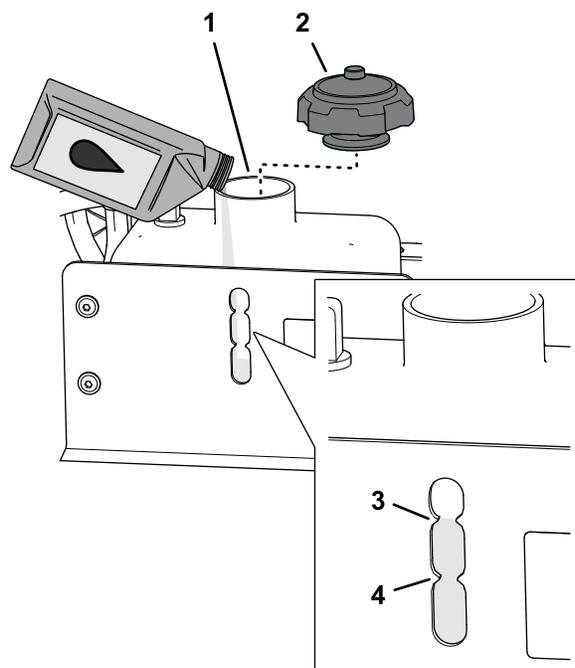

Figure 99
3. Contrôlez le niveau de liquide hydraulique dans le réservoir (Figure 99).
- A. Enlevez le bouchon (Figure 99).
- B. Faites l'appoint de liquide hydraulique spécifié jusqu'à ce que le niveau atteigne le repère maximum sur le regard de niveau (Figure 99); voir Spécifications de liquide hydraulique \(page 71\).
- C. Remettez le bouchon en place (Figure 99).